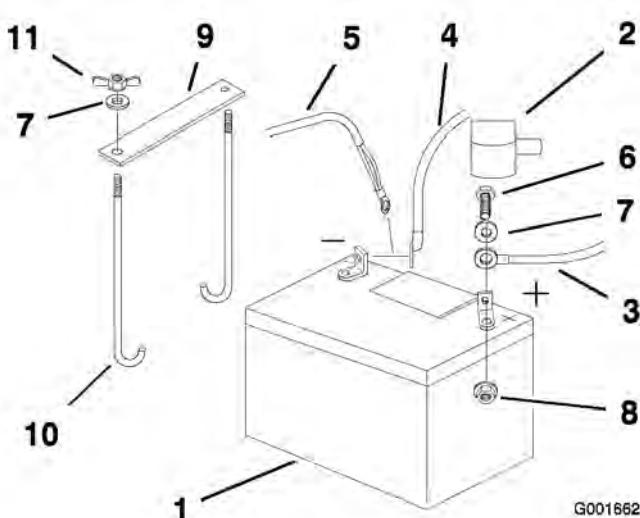

Figure 41
- Commencez par débrancher le câble négatif et le câble de masse de la borne négative (-) de la batterie (Figure 41).
- Ôtez le capuchon rouge de la borne positive (rouge) de la batterie. Débranchez ensuite le câble positif (rouge) de la batterie (Figure 41).
6. Retirez les deux écrous à oreilles (1/4 pouce) qui fixent la barrette de maintien de la batterie (Figure 41).
1. Placez la batterie dans son support en tournant les bornes vers le moteur (Figure 41).
4. Fixez les câbles avec 2 boulons (1/4 x 3/4 po), 2 rondelles (1/4 pouce) et 2 contre-écrous (1/4 pouce) (Figure 41).
6. Fixez la batterie en position avec des boulons en J, une barrette de maintien et 2 rondelles (1/4 pouce), ainsi que 2 écrous à oreilles ((1/4 pouce)) (Figure 41).